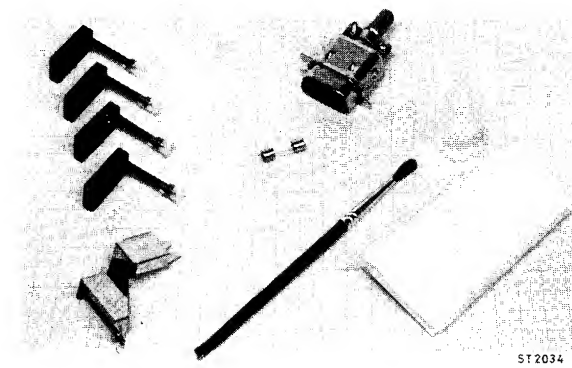

Fig. 1.
2.1. Compris à la livraison (Fig. 1, page 26)